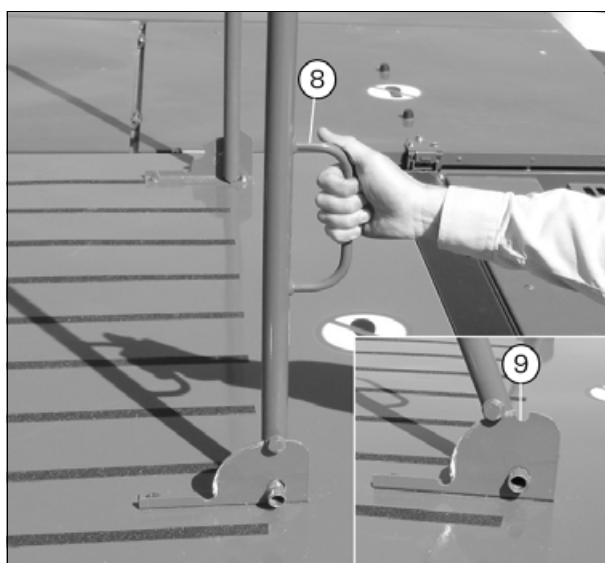

Рис. 6.
При закрытых крышках зернового бункера доступ в бункер возможен только через дверцу для обслуживания (рисунок снизу рис. 6). Доступ к дверце для обслуживания возможен с капота двигателя (4); при этом разрешается вставлять только на зоны со специально обработанной поверхностью при поднятом поручне (5).